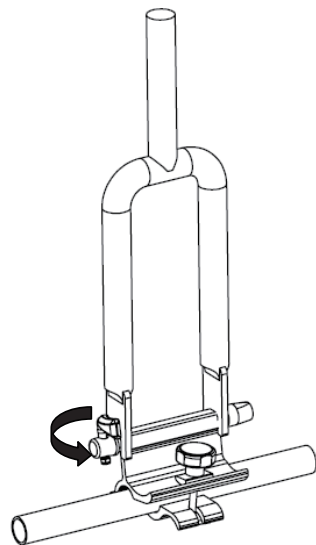

fig.6
3. クイックリリースを緩め、フォークをマウントに取り付けます。(fig.6)
4. クイックリリースを締め込み、固定します。(fig.6)